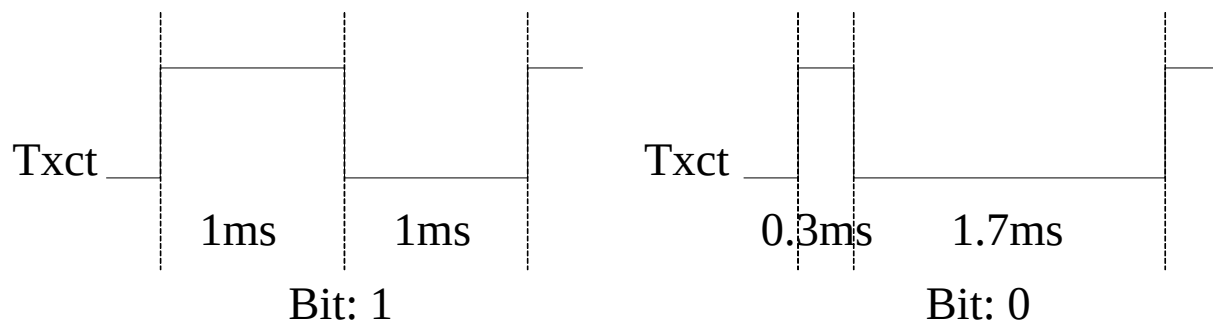

Figure6
(2) 寫入資料的編碼格式請參閱 Figure 6，為 LSB 先送。
(3) Write Address 為 1 byte，用來指定頁數與命令，格式如下：